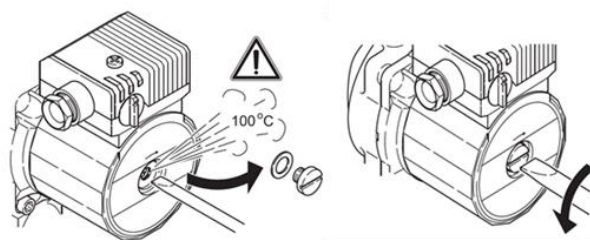

Рисунок 31. Проверка вала насоса
11.3.3 Окно «3.ВЕРСИЯ ПО» отображает информацию об установленной версии программного обеспечения (рис. 31).
- ✓ Поверните вал двигателя с помощью отвертки по стрелке (см. рис. 31).